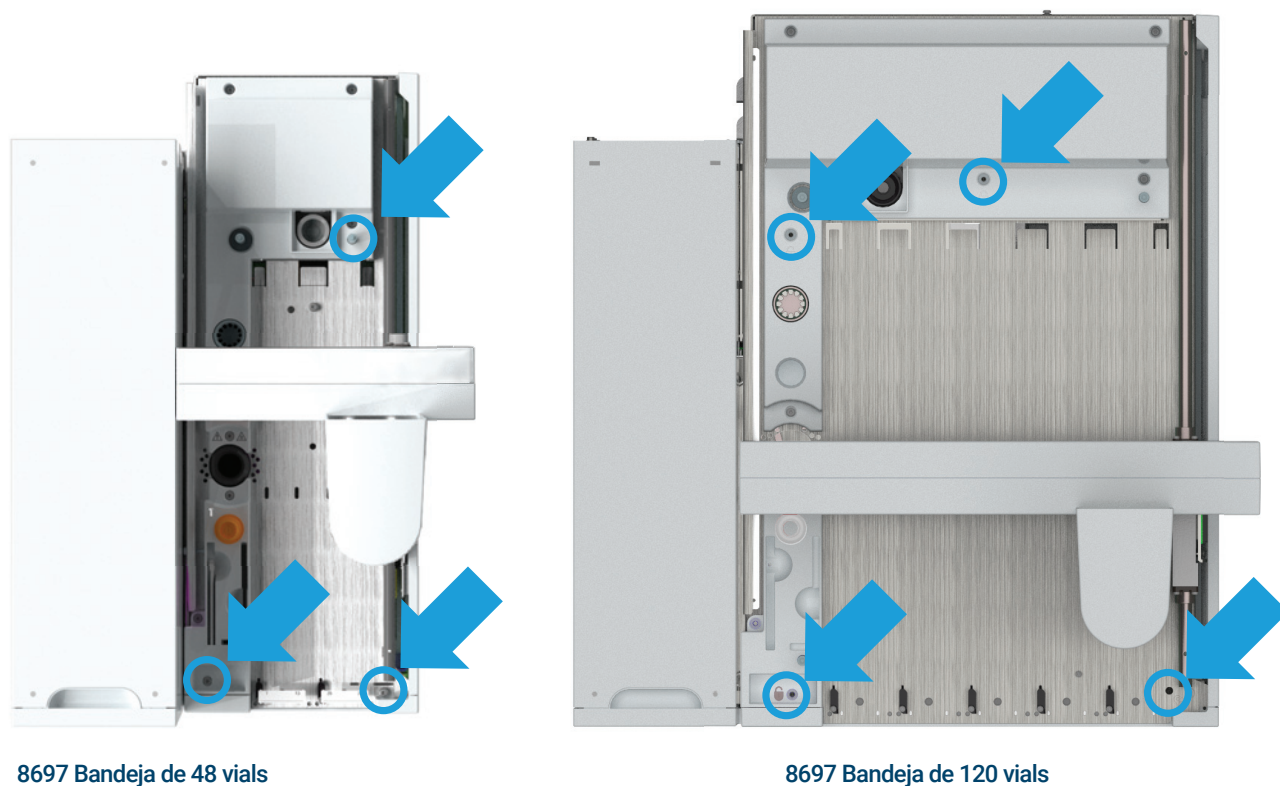

Figura 10. Solte os três parafusos retidos
- 7 Solte os parafusos que prendem a bandeja ao mainframe. (**Figura 10**)